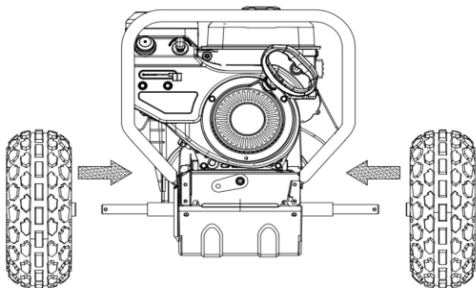

Figura 1
1. Instalar el neumático izquierdo y derecho como se muestra en la Figura 1.